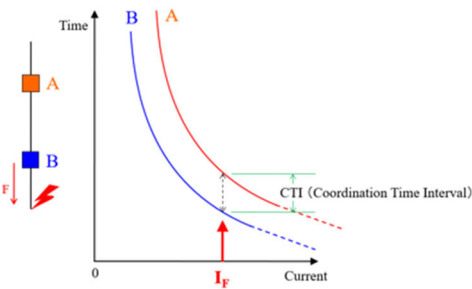

図3：保護装置の時間間隔 (CTI : Coordination Time Interval)
- ④ 系統の上流および下流の保護装置の協調が互いに正しく取られ、事故区間以外の系統が不必要に遮断されることの無いように所定の時間間隔（CTI：Coordination Time Interval）をとって保護装置を設定する。（図3参照）